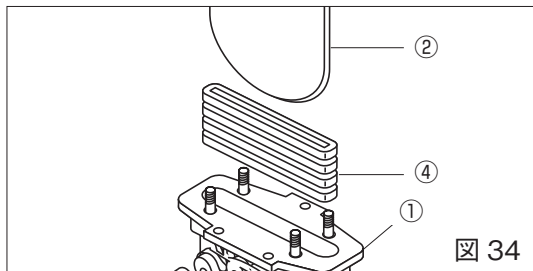

図 34
5. 弁体の引き抜き: グランドパッキン④を抜いてください。(グランドパッキン④を外さないと弁体②は抜けません) 弁体②を弁箱①より引き抜いてください。(図 34)